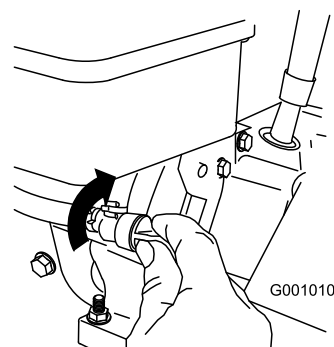

Figure 29
3. Fermez le robinet de carburant en le tournant dans le sens horaire (Figure 29).